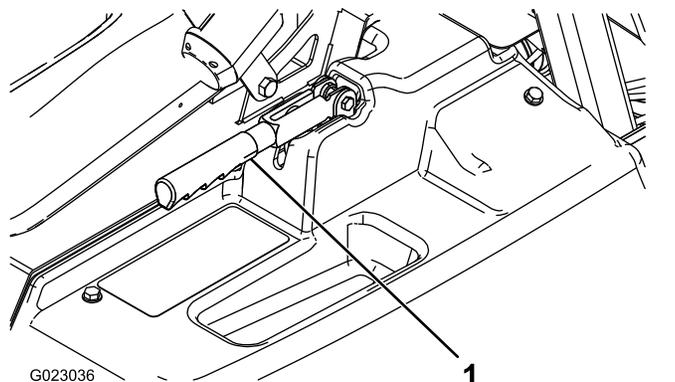

図 51
2. 調整ノブをブレーキレバーに固定している固定ねじをゆるめる 図 51。